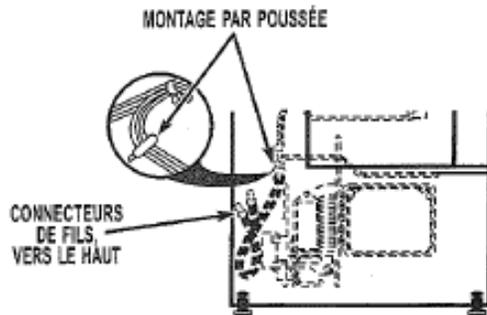

FIGURE 9
12. Installer l'attache de câblage fournie (mise en place par poussée) dans le trou près de la caisse. Voir figure 9.